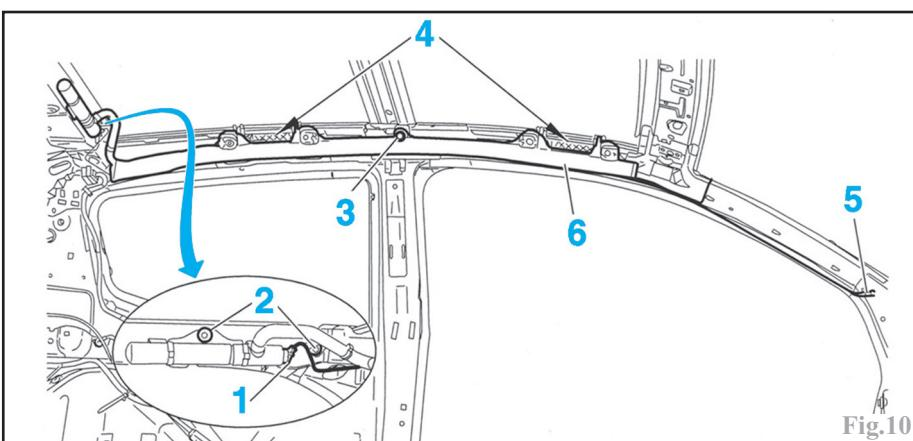

Fig.10
Débrancher la borne négative de la batterie. Attendre un minimum de **2 minutes** (attendre **10 minutes** en cas de fonctionnement anormal du voyant coussin gonflable). Déposer la garniture de pavillon. Déconnecter le connecteur (1) et déposer les vis (2) (Fig.10).